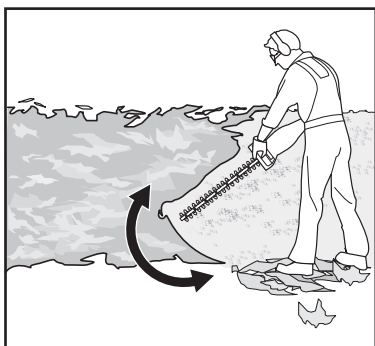

Fig. 7
1. Certifique-se de que a cobertura da lâmina (11) foi removida e de que a bateria (12) está montada antes da utilização.
4. Segure sempre firmemente o produto com ambas as mãos pelas pegas dianteira (4) e traseira (6). Nunca utilize o produto com apenas uma mão.
6. Primeiro, corte de ambos os lados, partindo da parte inferior em direção à parte superior. Isto impede a queda de plantas cortadas no percurso da área ainda a ser cortada (Fig. 7).